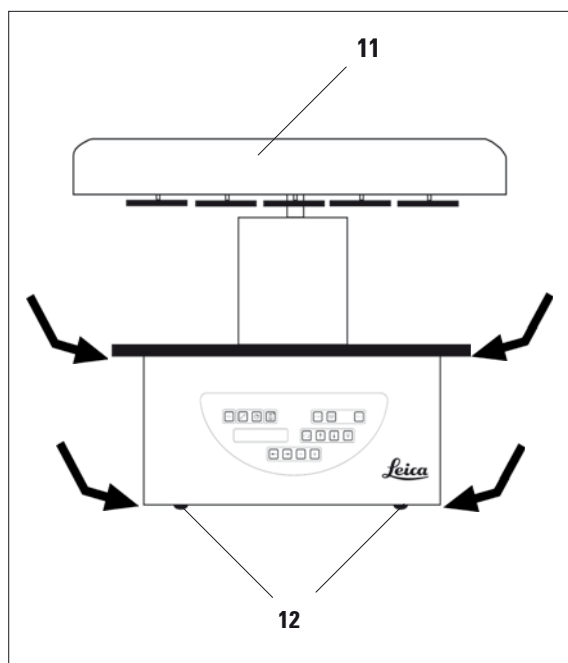

Fig. 11
- Pour soulever l'appareil et le séparer du socle (8), prenez-le par le plateau destiné à recevoir les béchers ou par le bas du carter (Fig. 11).